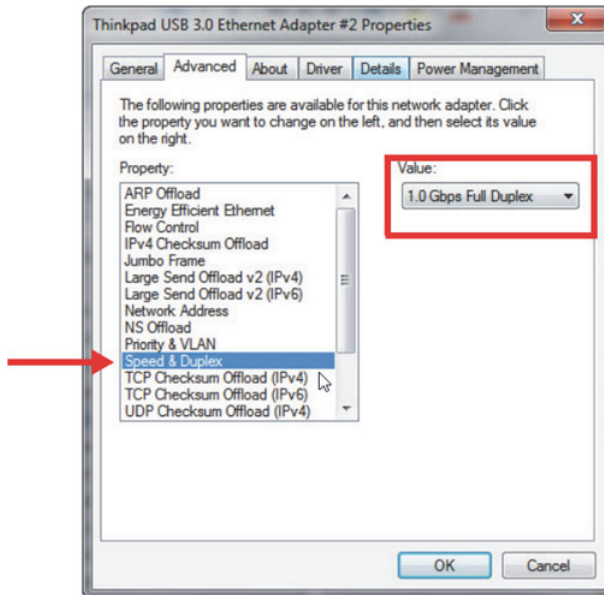

Рис. 7-3 Настройка Speed &amp; Duplex
- Во вкладке **Advanced** в разделе **Properties** выберите **Speed & Duplex**, а затем в разделе **Value** измените значение на **1.0 Gbps Full Duplex** или **Auto-Negotiation** (Рис. 7-3 на стр. 82).